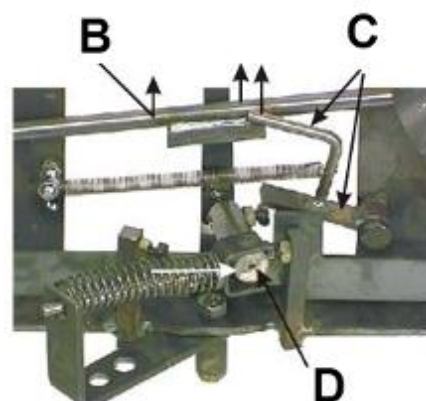

Bild 23. Klyvmekanismens utlösning
2. När kapbladet stiger upp från det nedre läget stiger också utlösningsspaken B och lyfter samtidigt upp utlösningssplattan C. När utlösningssplattan C är uppe trycker fjädern ledspaken D till höger och klyvrörelsen startar. (Bild 23.)